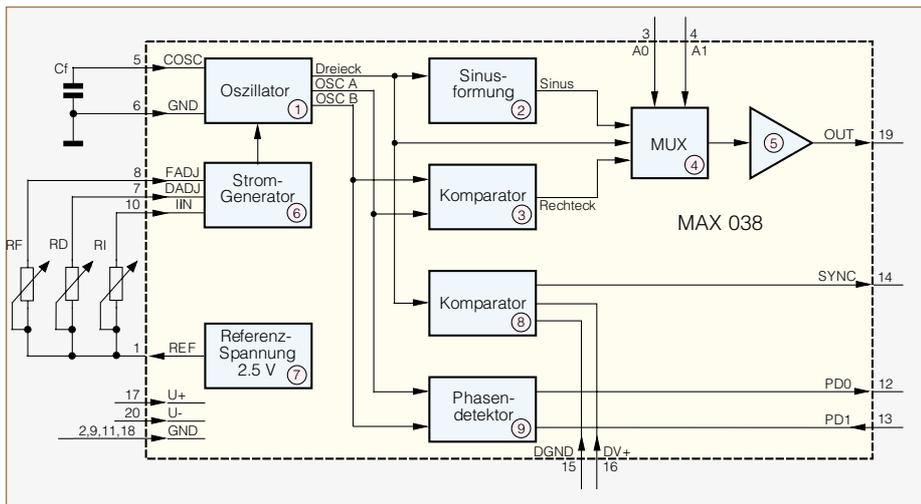

Bild 2: Innenschaltung des MAX 038
Die preisgünstige Realisierung eines Funktionsgenerators mit den zuvor beschriebenen Leistungsmerkmalen ermöglichen u. a. das innovative Funktionsgenerator-IC MAX 038, eine kompakte Endstufe in Form eines schnellen Operationsverstärkers und die Prozessorsteuerung. Im folgenden wird in Kurzform die Funktionsweise des MAX 038 vorgestellt, dessen Innenschaltung Abbildung 2 zeigt. Zentrales Element ist der Oszillator (1), der durch Laden und Entladen des externen Kondensators C_f mit konstanten Strömen eine Drei-